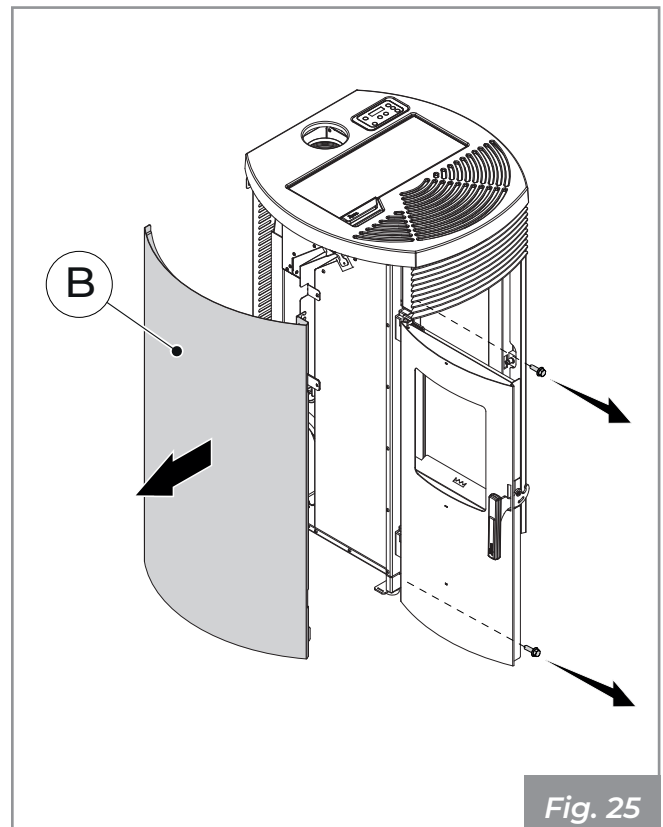

Fig. 25
- Abrir la puerta, quitar los tornillos frontales que fijan el costado izquierdo (**B**) y quitar este último (**Fig. 25**).